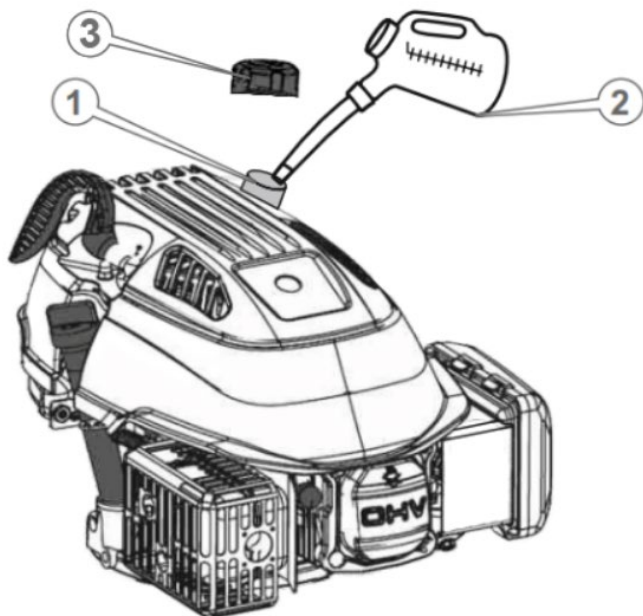

Рисунок 4. Схема заправлення паливом.
2. Відкрити кришку заливної горловини паливного бака (1, рис. 4).
3. Влити в паливний бак 1000 мл палива через лійку (2, рис. 4), щоб не розлити паливо.